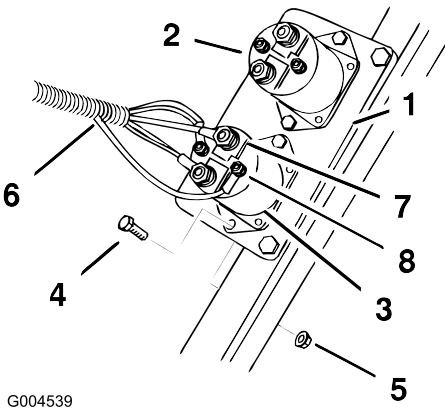

Figura 7
- 2. Instale el solenoide en la placa existente, usando dos pernos (Nº 10 x 3/4 pulgada) y dos contratuercas (Nº 10), según se muestra en Figura 7.